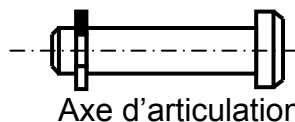

Figure.4
**Compléter** sur la **Figure 4** cette liaison en utilisant un axe d'articulation + un circlips de la **Figure 5** : ( /3 pts)
4.2- La liaison pivot de la pièce 2 et le piston 10 en utilisant l'axe d'articulation **Figure.4**. ( /1,5 pts)